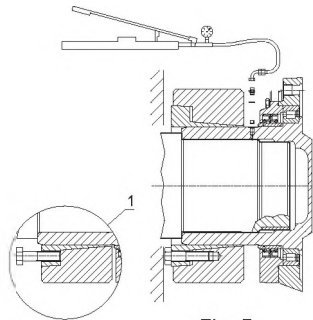
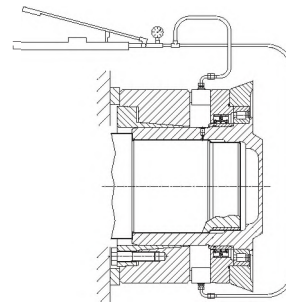

Fig. 5
Fig. 6
- 2) Nel caso gli anelli non si separassero spontaneamente dopo avere allentato le viti, trasferirne alcune nei fori di estrazione dell'anello interno (Fig.5 dettaglio 1) e avvitandole, separare quest'ultimo dall'anello esterno.
- 3) Fare scorrere il giunto assialmente come da fig.5 per permettere l'utilizzo del foro G 1/8" che consente l'immissione di olio in pressione (max. 1000 bar) al fine di facilitare lo smontaggio del riduttore dall'albero della macchina. Se con l'utilizzo del metodo descritto, il riduttore non si libera, in quanto l'accoppiamento dell'albero non assicura la tenuta della pressione, allora si può agire nel modo rappresentato nella fig. 6. Se lo spazio a disposizione lo permette, utilizzando appositi spintori idraulici, occorre fare reazione su n°2 borchie a 180° che si trovano sui copercchi porta tenute, senza superare i seguenti carichi assiali: